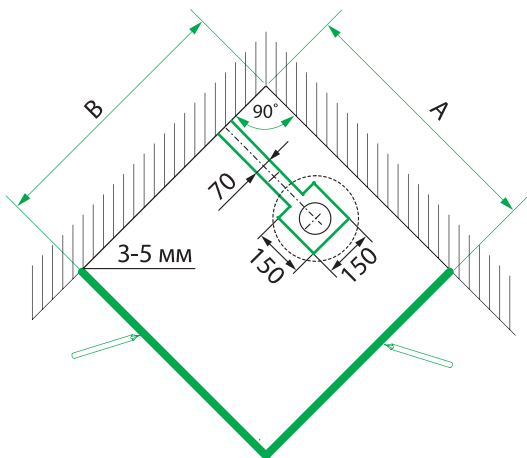

Рис. 16/16-сур.
1. Определите место размещения пьедестала и его высоту исходя из схемы инженерных систем. Произведите разметку, предусмотрев отступы от стен (3–5 мм). Рисунок 16.